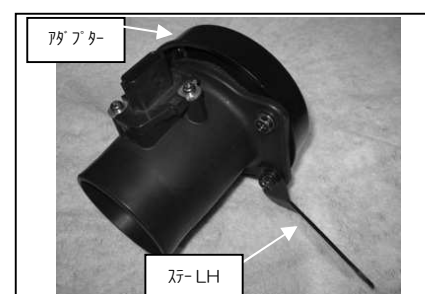

図 19
- ⑭エアフロアダプターへ、アダプター、ステー-LH、整流プレート、を取り付けます。図 19 参照